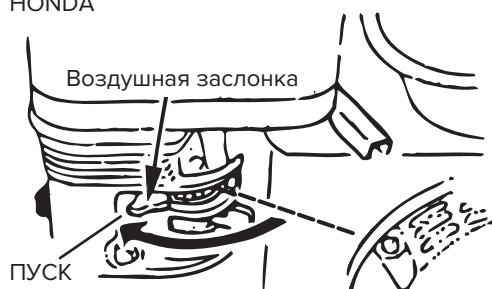

Рис. 4-1
2. Закрывайте воздушную заслонку в случае трудного пуска или в условиях низких температур (рис. 4-1, 4-2 и 4-3). Этого не требуется, если двигатель прогреет.